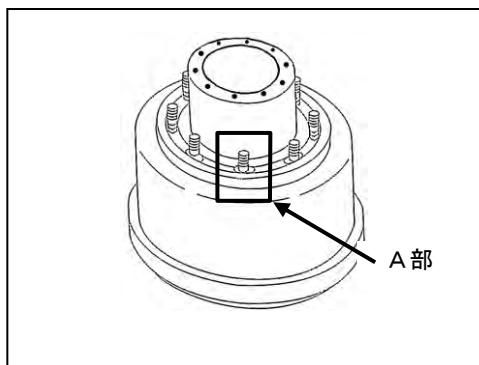

図1 ハブ、ドラム
1. ハブの摩耗部と未摩耗部との段差(図1のA部)をシックネスゲージにて測定する。